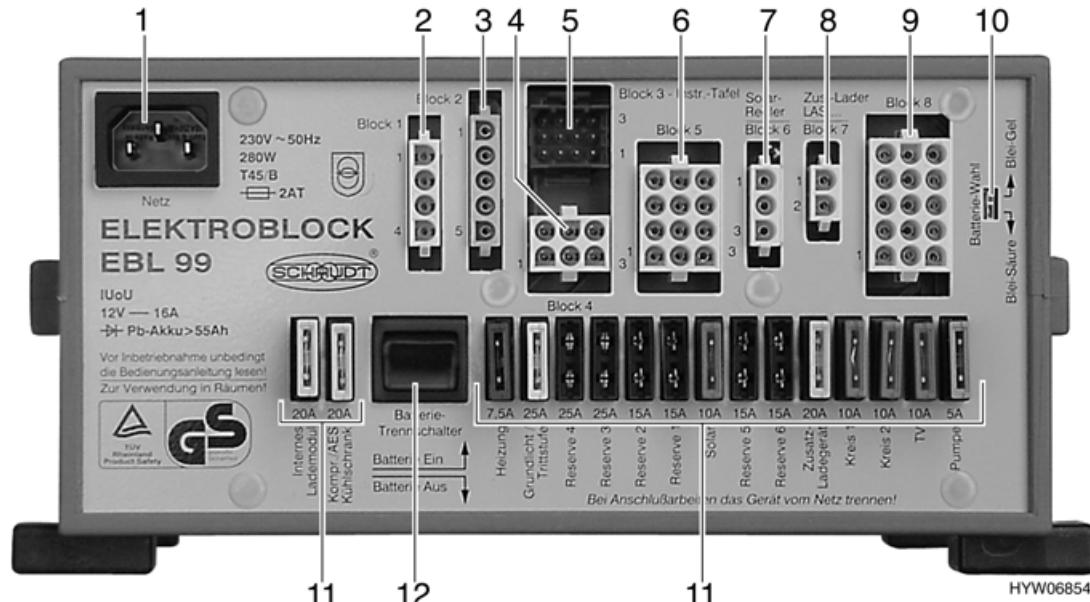
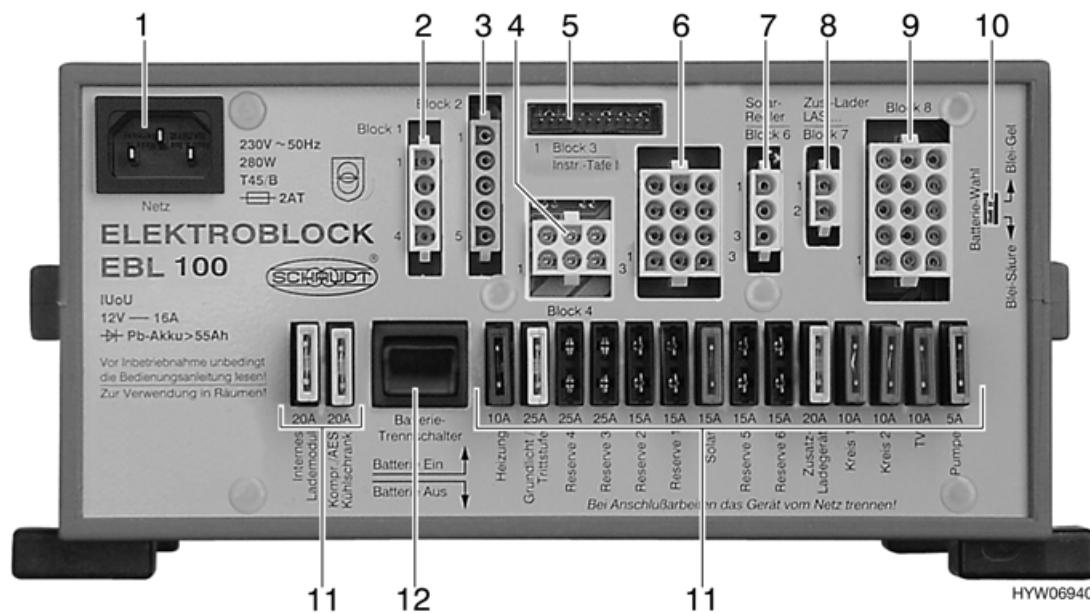

Bild 58 Elektroblock EBL 99 (Camp Classic)
Bild 59 Elektroblock EBL 100 (Camp)
Der Elektroblock (Bild 58 bzw. Bild 59) ist unter dem Beifahrersitz eingebaut.
Der Batterie-Trennschalter (Bild 58,12 bzw. Bild 59,12) schaltet alle 12-V-Verbraucher des Wohnbereichs aus, auch das Sicherheits-/Ablassventil. Dadurch wird eine langsame Entladung der Wohnraumbatterie vermieden, wenn das Reisemobil über längere Zeit nicht benutzt wird (z. B. vorübergehende Still-Legung).
- ▶ Die werkseitige Einstellung des Batterie-Wahlschalters (Bild 58,10 bzw. Bild 59,10) ("Blei-Gel") nicht verändern.